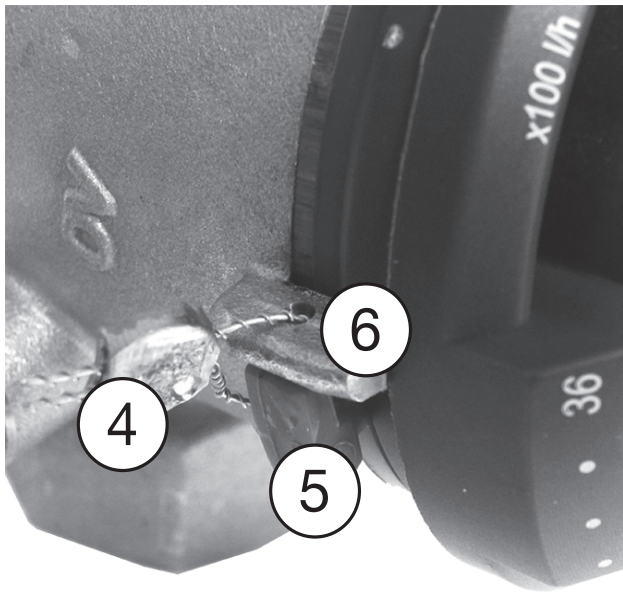

图 12: 锁定预设置
- 1 移除锁定环 (3)。
- 2 按下并旋转手轮 (2)，直到额定值标记 (1) 显示所需的流量值（手轮随后锁回到齿轮中）。
- 3 重新安装锁定环 (3)。
可选地，可以使用铅封组件 (4)（附件，货号 1089091）在额定值标记 (6) 处铅封锁定环 (5)（参见图 12）